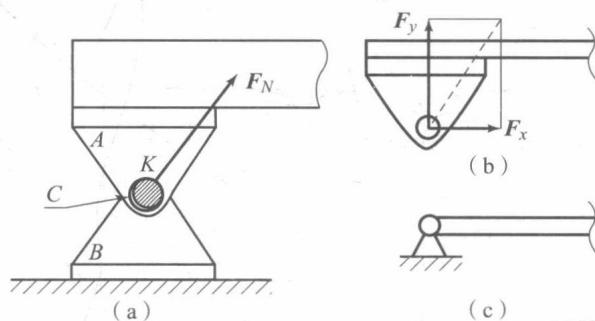

图 1-15
- (1) 固定铰支座：约束反力一般用两个正交分量表示，如图 1-15 所示。